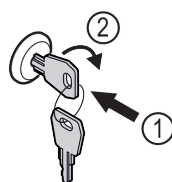

Fig. 161 Immagine a titolo di esempio
- Inserire la chiave Fig. 161 (1).
- Ruotare la chiave di 90° in senso orario Fig. 161 (2).